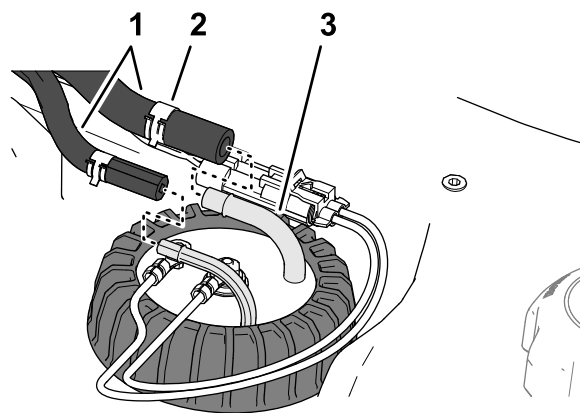

图 88
5. 将软管组装到燃油发送器的接头上并用夹子将软管固定到接头上图 88。